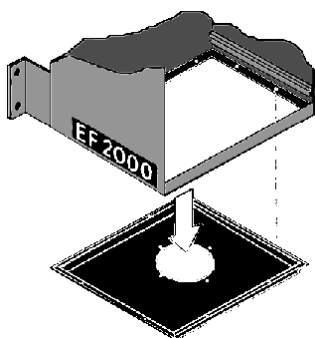

Рис. 8.6
- 8.8. Установка различных приемных камер (см. рис. 8.6). Ослабьте и удалите болты, удерживающие приемную камеру. Установите другую приемную камеру аналогичным образом. Типы приемных камер указаны в п. 1.3.